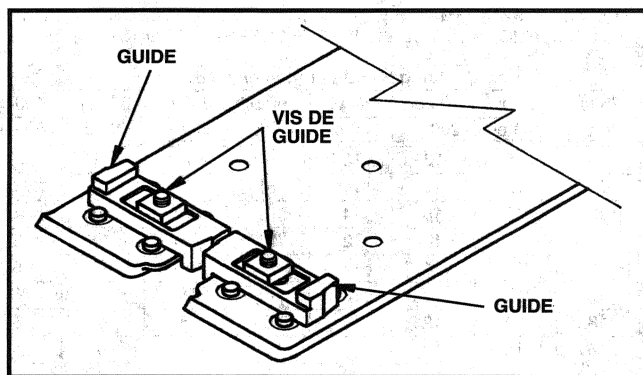

Fig. 1
- Desserrer deux vis de guide, Fig. 1, à l'aide d'un tournevis.
7. Faire glisser les deux guides de lame, Fig. 1, vers la lame jusqu'à ce qu'ils viennent légèrement en contact avec les côtés de la lame, puis reculer les guides afin de produire le dégagement d'épaisseur de papier par côté.
5. Ajuster, au besoin, les guides de lame, Fig. 1, comme décrit dans la section POSE DES LAMES « À CROCHETS » PORTER-CABLE, Étapes 7 et 8.